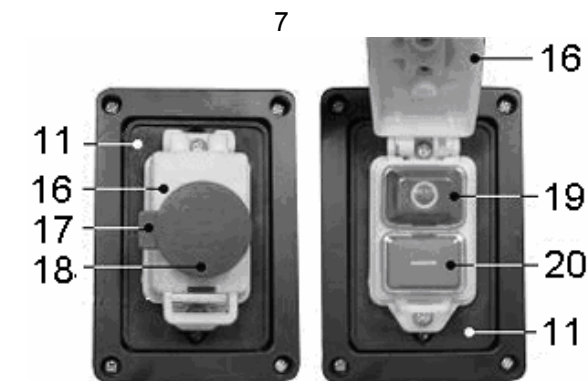

Рис.8
9.1 Действие магнитного пускателя, Рис. 8
ВНИМАНИЕ: Перед включением вилки шнура питания пылесоса в розетку электросети всегда нужно удостовериться, что магнитный пускатель (11), Рис.8, находится в исправном состоянии.